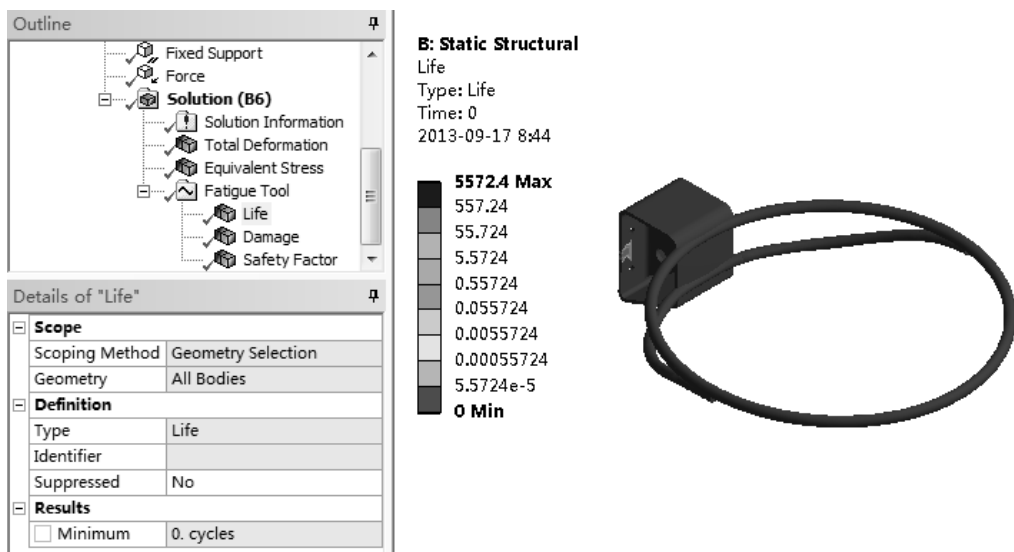

图 7-39 疲劳寿命云图
2) 疲劳寿命云图。在【Outline (分析树)】中选择【Solution (B6)】节点，单击其下的【Life】项，在图形窗口显示出疲劳寿命云图，如图 7-39 所示。